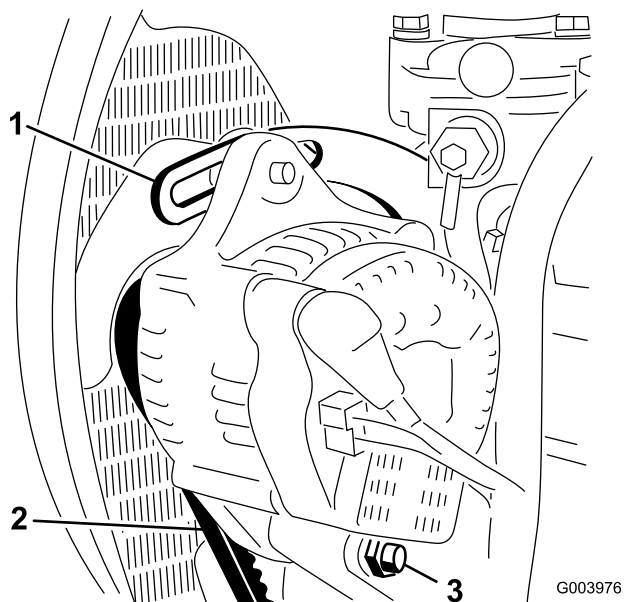

Figura 75
2. Compruebe la tensión de la correa del alternador flexionándola (Figura 75) en el punto intermedio entre las poleas del alternador y del cigüeñal con una fuerza de 10 kg.
3. Afloje el perno que fija el tirante al motor (Figura 75), el perno que fija el alternador al tirante y el perno de pivote.